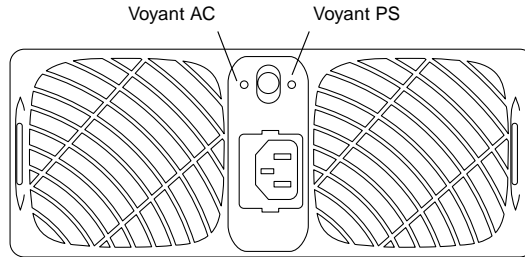

FIGURE 13-2 Voyants de l'unité d'alimentation et de refroidissement
Chaque unité d'alimentation et de refroidissement possède un voyant de tension c.a. (AC) et un voyant d'alimentation (PS). Le TABLEAU 13-2 décrit les états possibles de ces voyants (FIGURE 13-2).